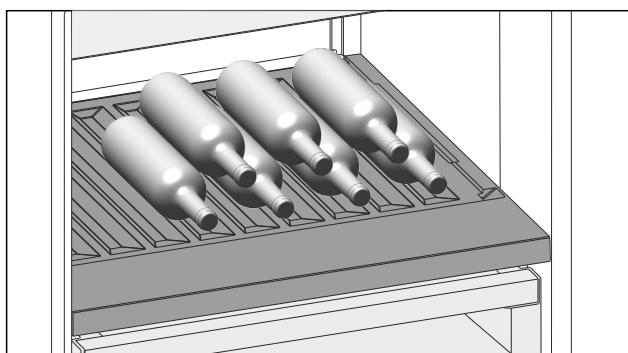

Fig. 116
- Flaschen mit dem Boden nach hinten zur Rückwand einlegen. (siehe Fig. 116)